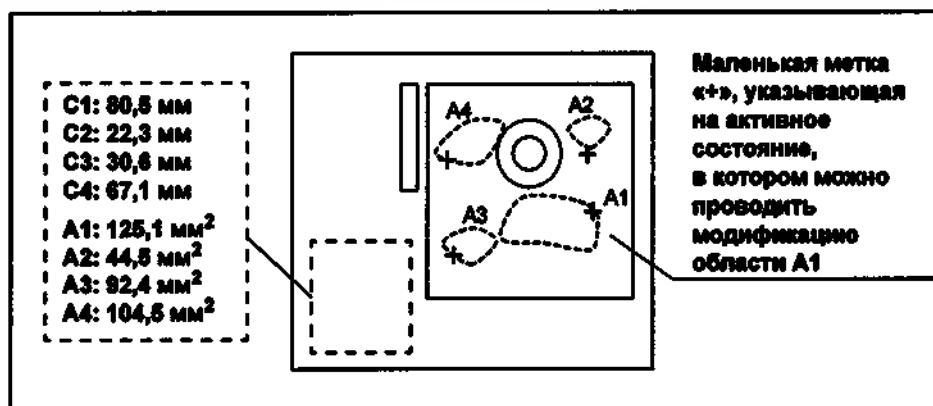

Рисунок 8.23
- 2 Каждое нажатие кнопки циклически переключает выбираемое измерение в следующем порядке A1 → A2 → A3 → A4 → A1. Выбранное измерение выделяется и метка «+» в конечной точке измерения линии регистрации становится маленькой меткой «+», указывая на активное состояние, в котором можно выполнять модификацию. На рис. 8.23 показано активное измерение A1.